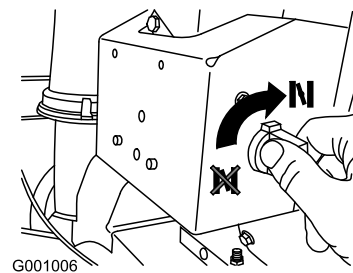

Figure 24
4. Tournez la commande de starter à la position ouverte (Figure 24).